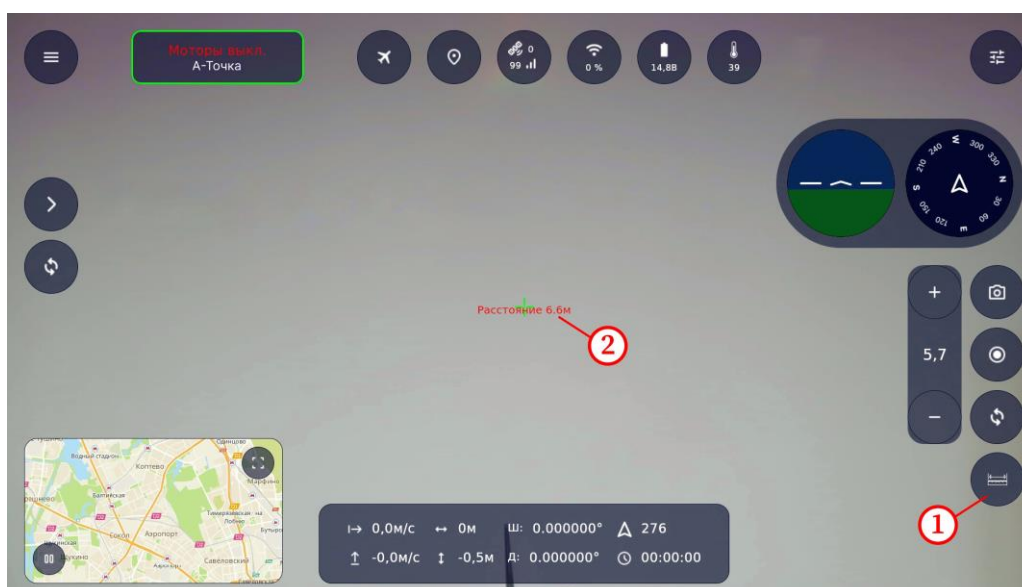

Рисунок 96 – Полученные данные о расстоянии
- нажать на кнопку  (рисунок 96, шаг 1).
Данные о расстоянии будут показаны на экране (рисунок 96, шаг 2).